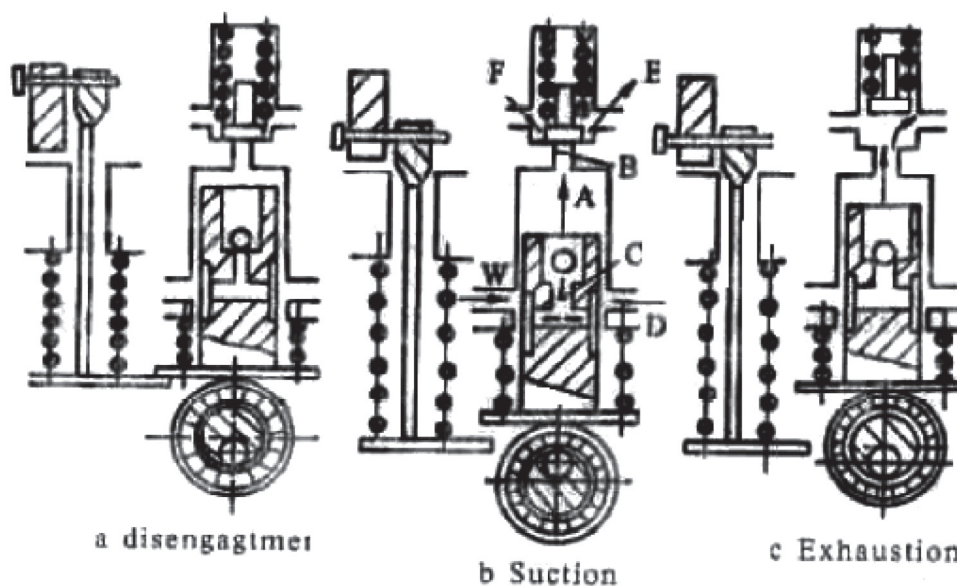

Рис. 3.27. Принцип работы масляного насоса.
Рис. 3.27 отображает принцип работы масляного насоса. Когда поршень движется вниз (рис. b) объем на верхнем конце поршня увеличивается и давление понижается. Создается разница давления между верхней камерой клапана и нижней камерой. Обратный клапан закрывается (B) и обратный поток масла прекращается. При постоянном движении поршня вниз вакуум в камере (A) увеличивается. Шарик 4 выходит из паза (C) из-за пониженного давления в камере (A) и инерционной силы шарика 4. Когда поршень продолжает движение вниз, масло из масляного бачка поступает в масляную камеру (A) через масляную магистраль (W), клапаны (C) под действием давления воздуха. Этот процесс называется всасыванием масла.